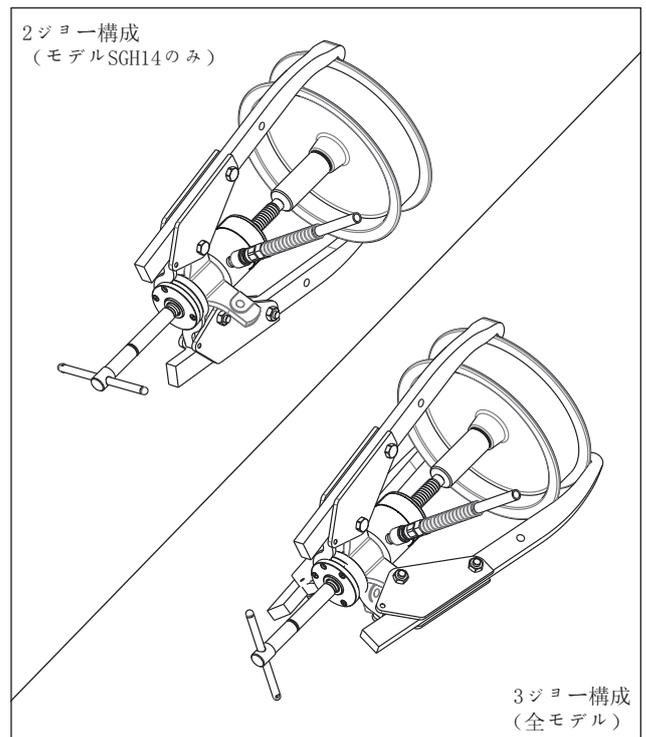

図9: プーラーの取り外し (一般的)
- プーラーまたはその他の取り外す部品にプーラーを取り付けます。例については図9を参照してください。